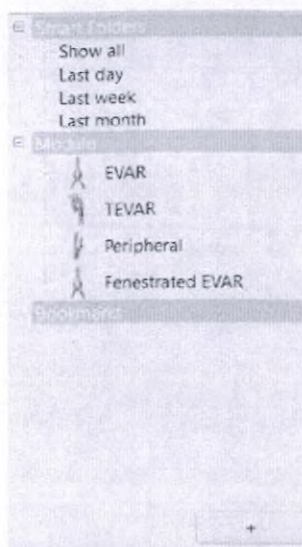

Рисунок 3: Управление данными пациентов при помощи закладок
- Нажмите [+] под вкладкой «Bookmarks» (Закладки) на левой панели и введите название закладки (Рисунок 3).